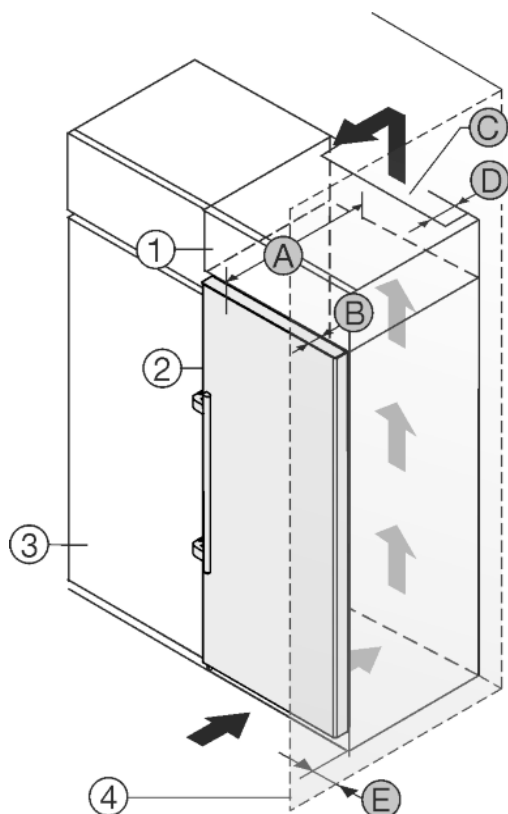

Fig. 21
Spotřebič lze zabudovat do kuchyňských skříní. K vyrovnání spotřebiče Fig. 21 (2) na výšku kuchyňské linky lze na přístroj nasadit nástavec Fig. 21 (1).
Spotřebič lze instalovat přímo vedle kuchyňské skřínky Fig. 21 (3). Aby bylo možné dvířka plně otevřít, musí spotřebič přesahovat o hloubku Fig. 21 (B) vůči přední linii kuchyňské skřínky. V závislosti na hloubce kuchyňských linek a použití vymežovačů odstupů od stěny může spotřebič vyčnívat dále.
- Na zadní straně skřínky nástavce musí být větrací šachta hluboká alespoň hloubku Fig. 21 (D) mm přes celou šířku nástavce skřínky.
- Pod stropem místnosti musí být dodržen ventilační průřez Fig. 21 (C).
Pokud je spotřebič se závěsy instalován vedle stěny Fig. 21 (4), musí být dodržena vzdálenost Fig. 21 (E) mezi spotřebičem a stěnou. To odpovídá přesahu madla při otevřených dveřích.